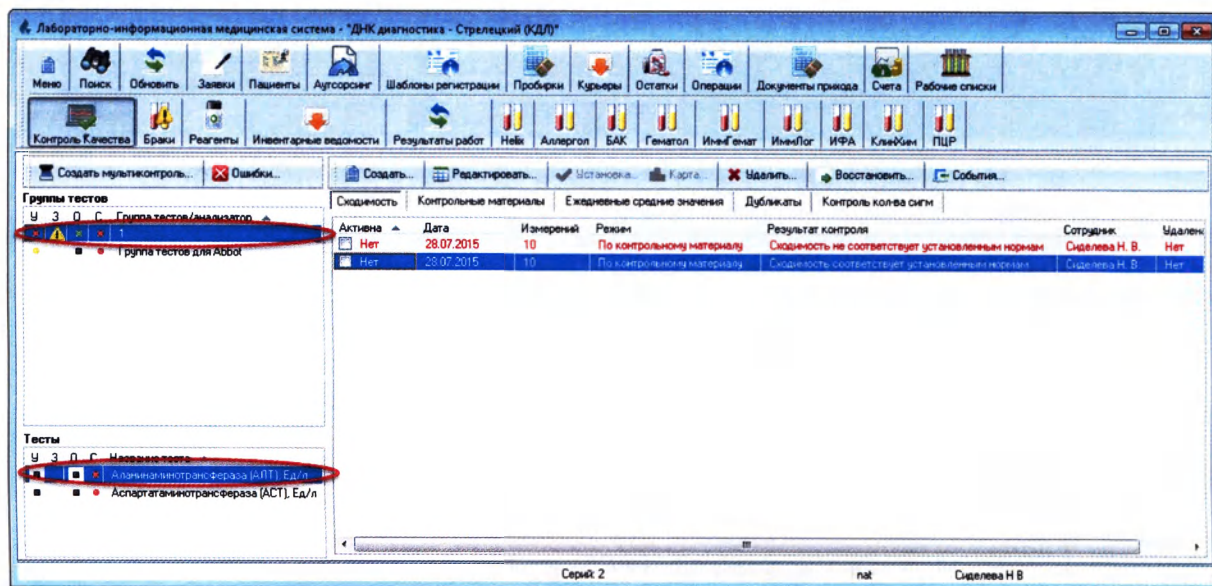

Рисунок 12.5
2. В журнале контроля качества выберите группу тестов, выберите тест (Рисунок 12.5):